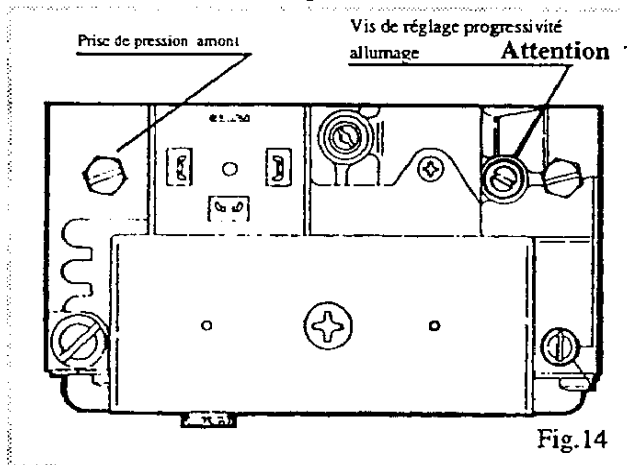

Fig.14
Si nécessaire, régler la progressivité d'allumage en agissant sur la vis de la vanne gaz (fig.14) :
La progressivité d'allumage devra être réglée - selon les valeurs indiquées au paragraphe 2.6.3 - en agissant sur la vis de la vanne gaz (Fig. 14).
- Vérifier la progressivité d'allumage (fig.14)